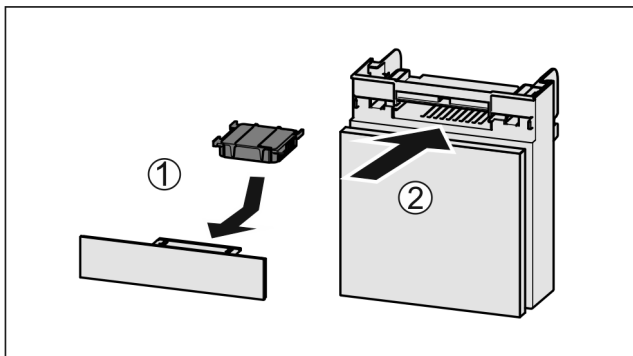

Fig. 57
- ▶ Anbring aktivkulfilteret som vis på billedet Fig. 57 (1).
- ▶ Skub rummet ind Fig. 57 (2).